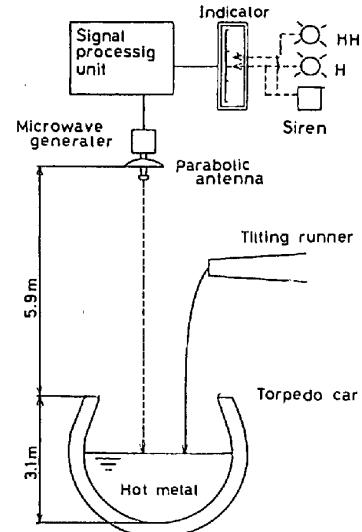

Fig. 1 Construction of system
2. 仕様と構成 装置の仕様を表1に、構成を図1に示す。基本的な原理やデータ処理方法は、高炉のサウンジング等に使用された距離計^{1) 2)}と同じであるが、パラボラ型のアンテナを用いた点が異っている。これはホーンアンテナに比較して、パラボラの方が小さいスペースで高い指向性が得られるからである。マイコンで処理された距離信号は、指示計に表示され、設定値に到達すると、ランプとサイレンで作業員に報知される。アンテナ部分はボックスでカバーして空冷しており、アンテナ前面には防熱板を置いている。